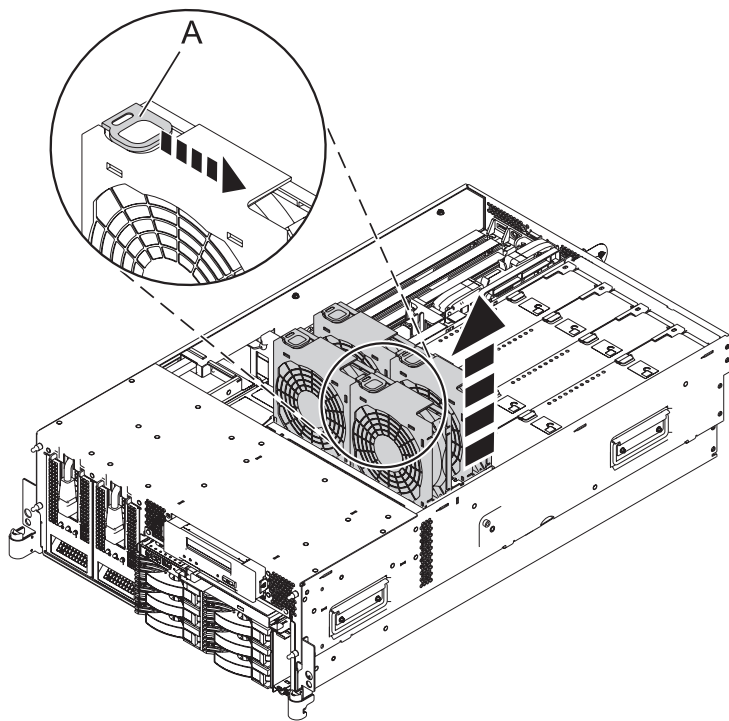

Figure 7. Retrait du ventilateur du boîtier de ventilation d'un modèle 04E/8A
- 1) Pour retirer les ventilateurs, appuyez sur la patte **(A)** et soulevez le ventilateur pour le retirer du boîtier de ventilation, comme indiqué dans la figure 7, à la page 15.